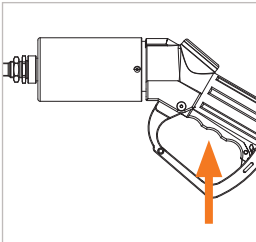

Abbildung 11
- ▶ Ziehen Sie den Betätigungshebel (Pos. 6) am Handgriff (Pos. 7) vollständig in die ON-Position hoch (Abbildung 11), bis dieser hörbar einrastet. **Der Betätigungshebel (Pos. 6) muss eingerastet sein bevor der Tankvorgang gestartet wird! Wenn sich der Betätigungshebel nicht leicht betätigen oder einrasten lässt, nehmen Sie die Füllkupplung nochmals ab und setzen Sie sie erneut auf.**